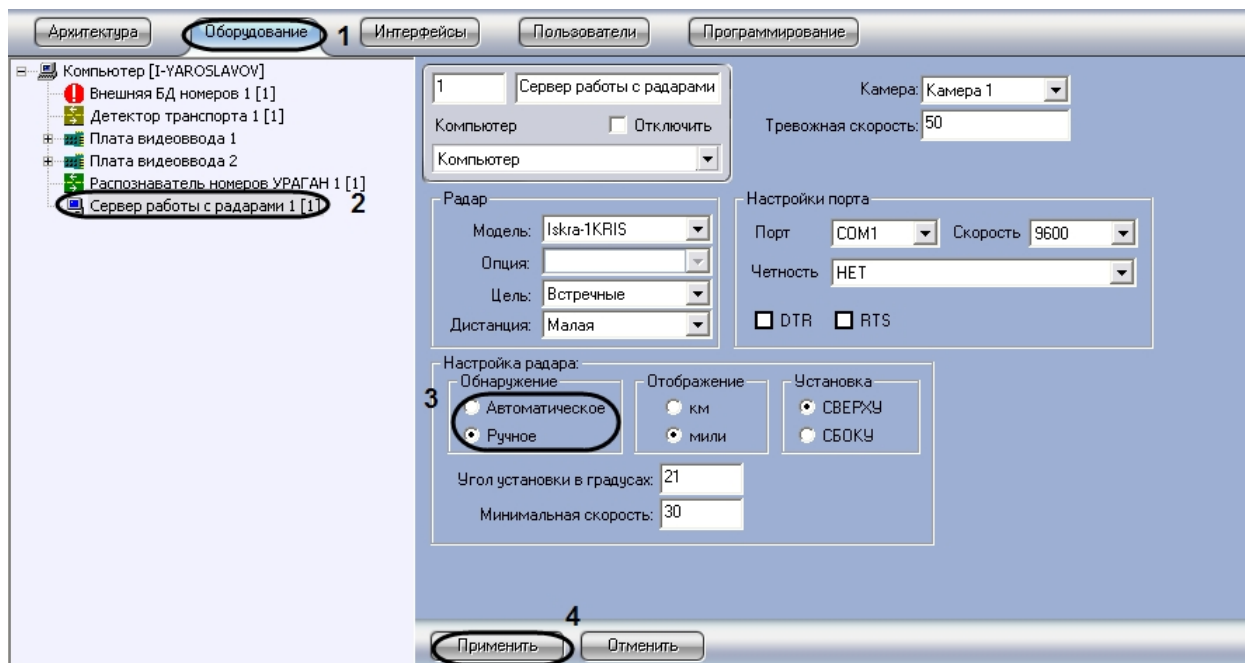

Рис. 57. Настройка параметров сброса данных на устройстве «Радар»
2. В дереве объектов на вкладке «Оборудование» выбрать объект «Сервер работы с радаром», соответствующий настраиваемому программному модулю «Радар». В правой части вкладки «Оборудование» отобразится панель настройки выбранного объекта (см. Рис. 57).